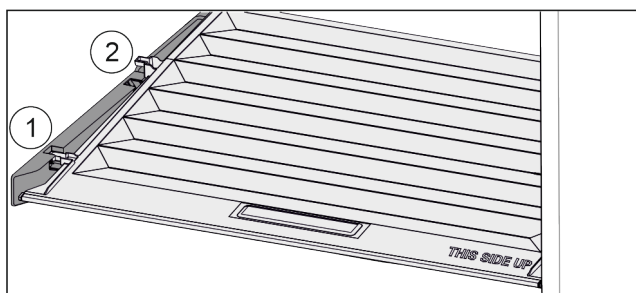

Fig. 107
- ▶ Trekk dekselet til åpningen i holdedelene fremover Fig. 107 (1).
- ▶ Løft ut nede bak og ta opp og ut Fig. 107 (2).